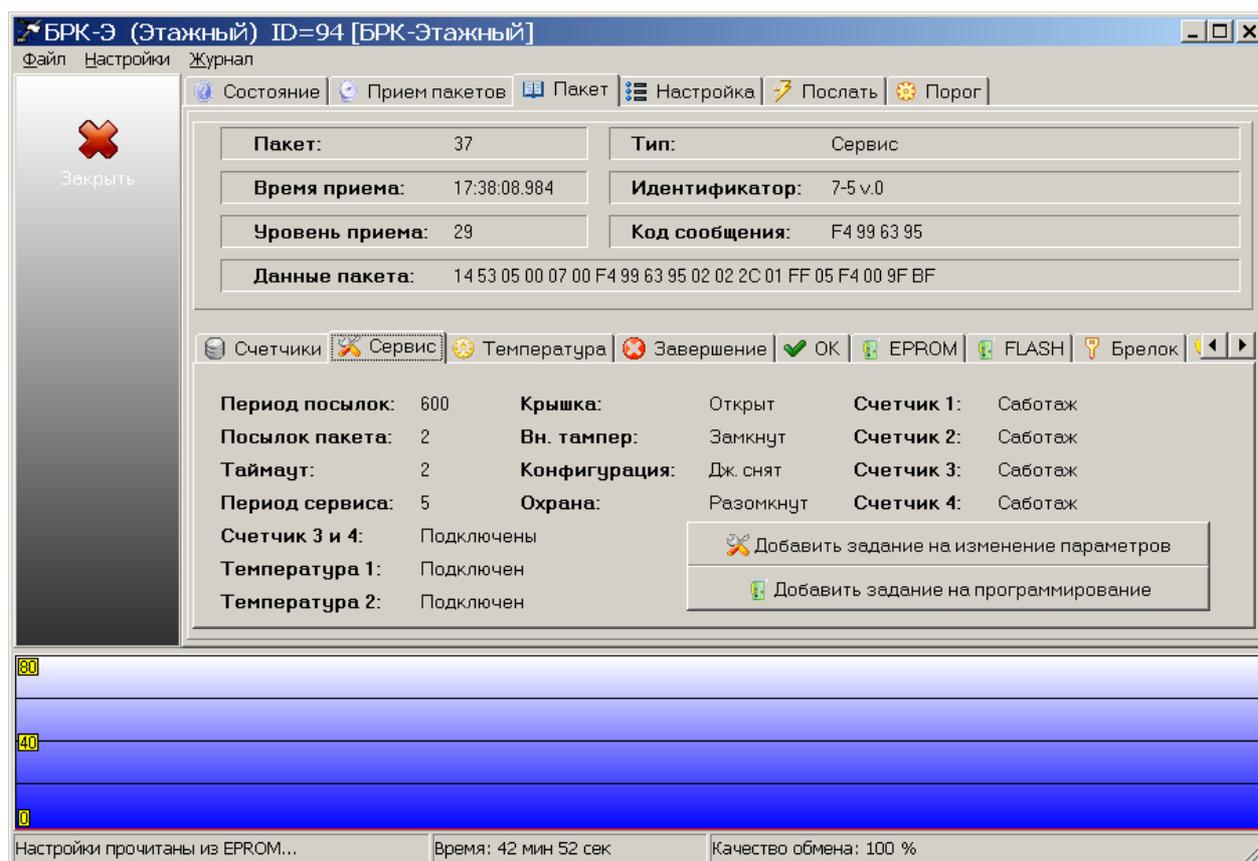

Рисунок 24
4) Выбрать радиопакет (сервис) с кодом id, соответствующим проверяемому БРК-К. Откроется вкладка «Пакет». На вкладке «Сервис» проверить отображение информации сервисного пакета, полученного от БРК-К (рисунок 24):
БРК-Э позволяет дистанционно изменить настроечные параметры БРК-К, от которого поступил сервисный радиопакет (рисунок 24).